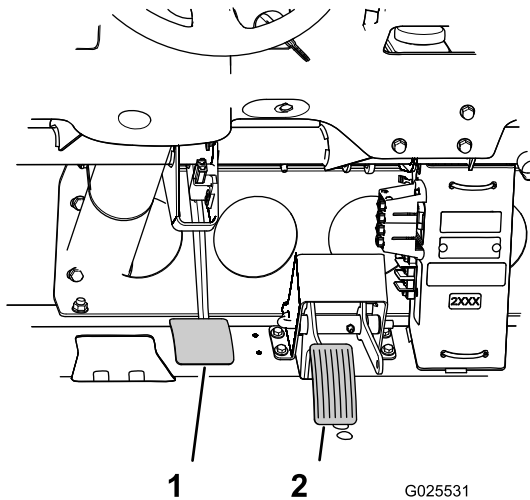

Bild 77
3. Heben Sie das Bremspedal an (Bild 77), bis es den Rahmen berührt.